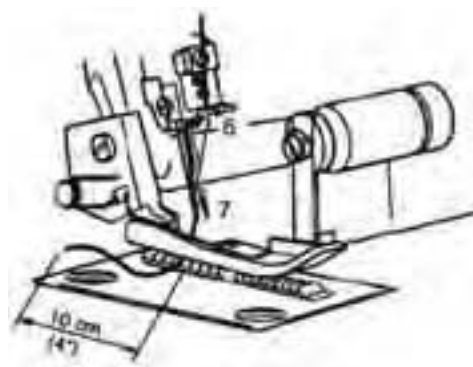

Fig. 33
5. Guidez le fil à travers l'aiguille gauche (7) (Fig. 33).
6. Posez le fil vers l'arrière, sous le pied-de-biche ②.